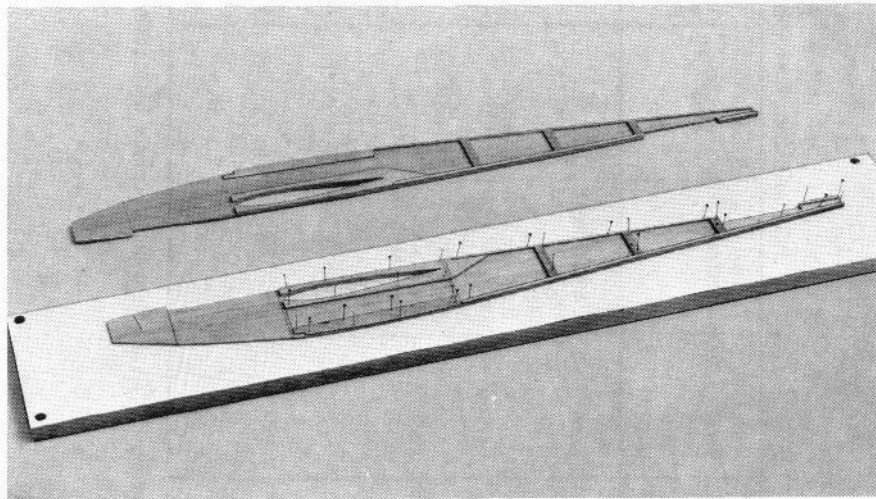

Abb. 2 Die beiden Rumpf-Seitenteile (1), (2) mit den aufgeklebten Positionen.
Sind die Klebestellen ausgehärtet, beide Rumpf-Seitenteile vom Baubrett abheften und die Leisten (6), (7) am Ende zum Seitenleitwerk konisch abschleifen. Siehe Perspektivskizze auf dem Plan. In den Spant (11) das Loch für das Bowdenzug-Außenröhrchen bohren. Die beiden Seitenteile werden mit den Spanten (11), (12) und dem Rumpfboden, hinten (13), auf dem ebenen Baubrett miteinander verklebt, wie es Abb. 2 zeigt.